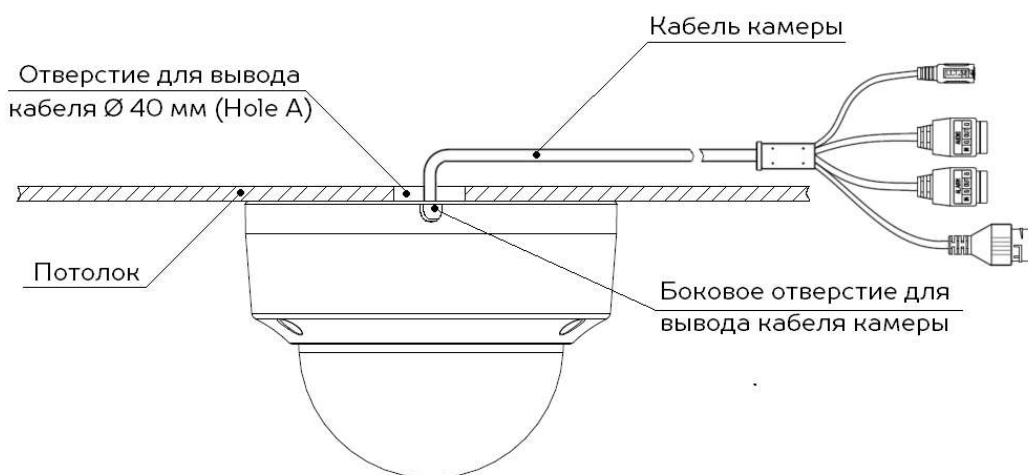

Рисунок 4. Варианты прокладки кабеля камеры
Также, Вы можете осуществить прокладку кабелей через боковое отверстие. Схематичное отображение представлено ниже, на рис. 4
4. В соответствии с рис. 4 проложите кабели камеры: во внутренней части потолка или выведите кабель через боковое отверстие монтажного основания камеры.